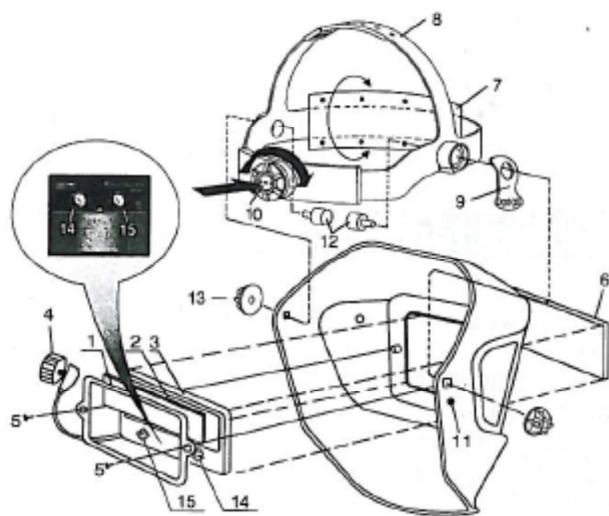

Figura 1
6. Poiché la forma e la dimensione della testa variano da persona a persona, la posizione di lavoro e l'angolo di osservazione possono necessariamente essere differenti; l'operatore può regolare la fascia superiore (nr. 8 in Figura 1) e la piastra di posizionamento (nr.9 in Figura 1) per selezionare un appropriato angolo di osservazione. Utilizzando la vite di regolazione (nr. 10 in Figura), il perimetro della fascia può essere regolato in relazione alla necessità della persona che deve indossare il casco.